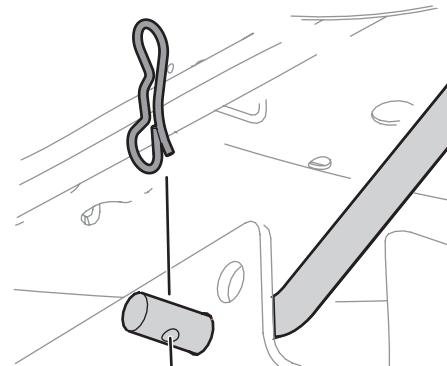

Figura 4-5
14. Tire del pasador de chaveta con unión curva hacia afuera de la varilla de elevación delantera de la plataforma que la sujetó a la plataforma. Vea la Figura 4-5. Saque la varilla de elevación de la plataforma de la ménsula de suspensión frontal.